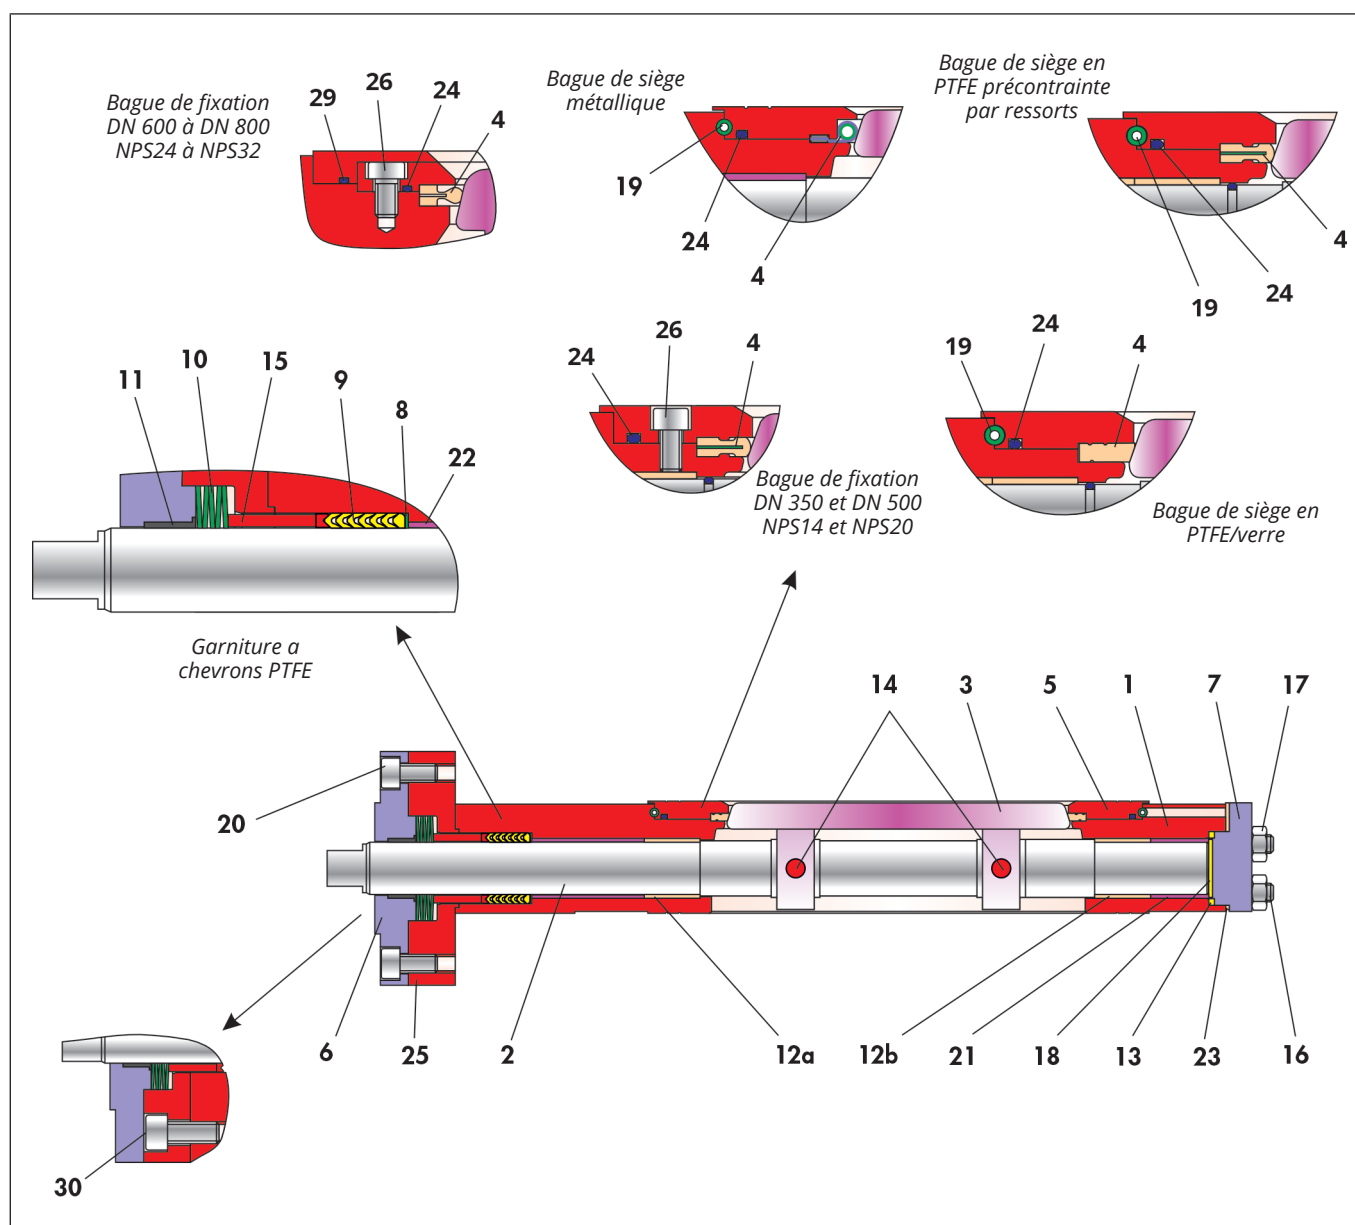

Fig. 3-4: *Vue en coupe de la vanne papillon BR 14c avec garniture à chevrons précontrainte par des rondelles-ressorts*
- ⇒ Faire glisser le disque (8) sur l'extrémité de l'arbre libre jusqu'à la position correspondante dans le corps de vanne.
- ⇒ Pousser la garniture à chevrons en PTFE (9) sur l'axe de commande dans l'alésage du corps, puis presser à l'aide d'un manchon de montage. La vue en coupe Fig. 3-4 illustre l'assemblage de la garniture à chevrons.
- ⇒ Insérer le jeu de rondelles-ressorts (10). La vue en coupe Fig. 3-4 illustre l'assemblage des rondelles-ressorts.
- ⇒ Enfoncer le palier lisse (11) dans le fouloir de presse-étoupe (6).
- ⇒ Insérer soigneusement le fouloir de presse-étoupe pré-monté sur l'entre-bride et ajuster à l'aide des vis (20).
- ⇒ Serrer les vis (20) en croix de façon homogène.